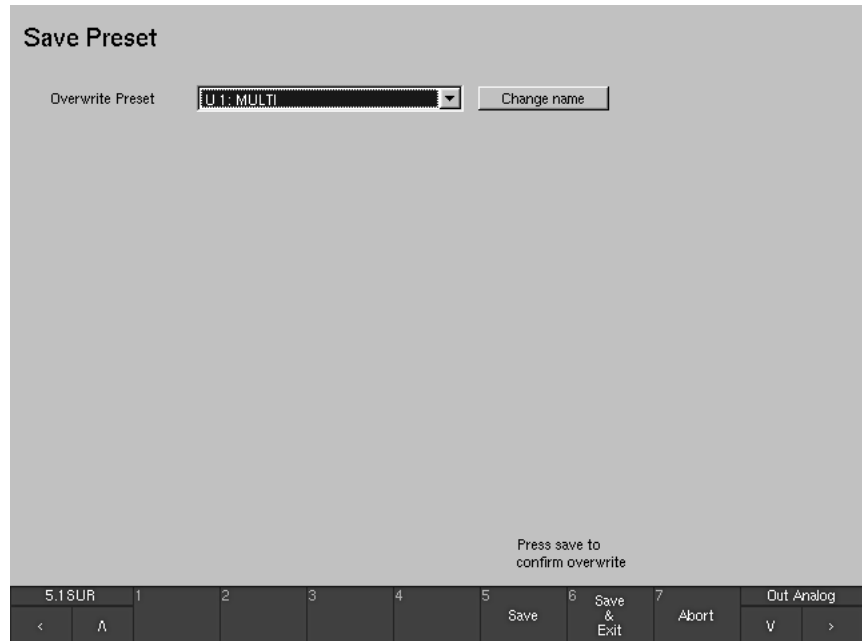

Bild 3-10: Die „Save Preset“-Menü-Seite
Siehe Bild 3-10
12. Klicken Sie nach Abschluss Ihrer Einstellungen auf die Schaltfläche „Close“ der oder des geöffneten Menüfenster(s), bis der „**Save Preset**“-Dialog angezeigt wird (siehe Bild 3-10). Wählen Sie hier eines der 7 User-Presets aus, das mit den neuen Einstellungen überschrieben werden soll.
10. Klicken Sie nach Abschluss Ihrer Einstellungen auf die Schaltfläche „Close“ der oder des geöffneten Menüfenster(s), bis der „**Save Preset**“-Dialog angezeigt wird (siehe Bild 3-10). Wählen Sie hier eines der 7 User-Presets aus, das mit den neuen Einstellungen überschrieben werden soll.